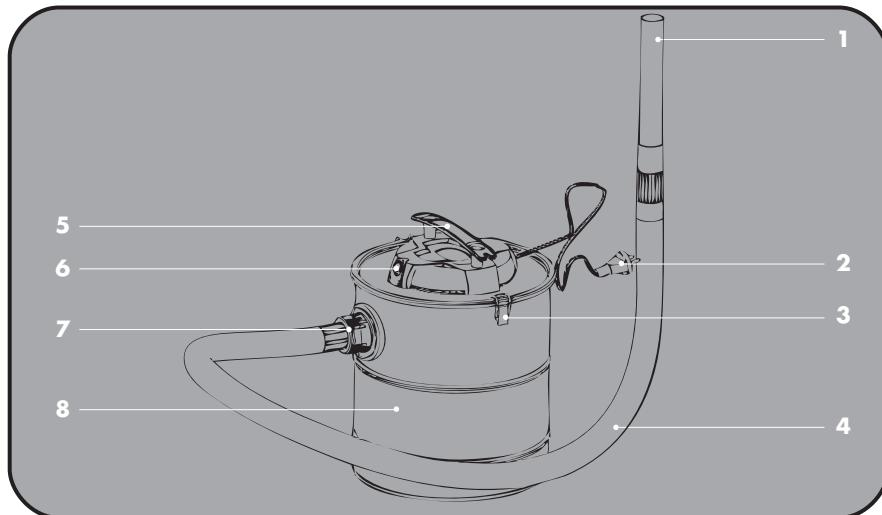

Abb. 1: Geräteübersicht
2. Setzen Sie anschliessend den Behälterdeckel wieder auf und verschliessen Sie diesen mit den seitlich angebrachten Spannverschlusshaken (siehe Abb. 1, Nr. 3)
3. Stecken Sie das Ende des Saugschlauches (siehe Abb. 1, Nr. 4) in die Ansaugöffnung. Durch Drehung im Uhrzeigersinn wird der Schlauch gesichert.
4. Anschliessend stecken Sie das Saugrohr (siehe Abb. 1, Nr. 1) auf den Saugschlauch (siehe Abb. 1, Nr. 4). Rollen Sie das Netzkabel (siehe Abb. 1, Nr. 2) vollständig ab, um das Gerät in Betrieb zu nehmen.
1. Bringen Sie den Ein-/Ausschalter (siehe Abb. 1, Nr. 6) auf Position 0.
2. Ziehen Sie den Netzstecker (siehe Abb. 1, Nr. 2) aus der Steckdose.